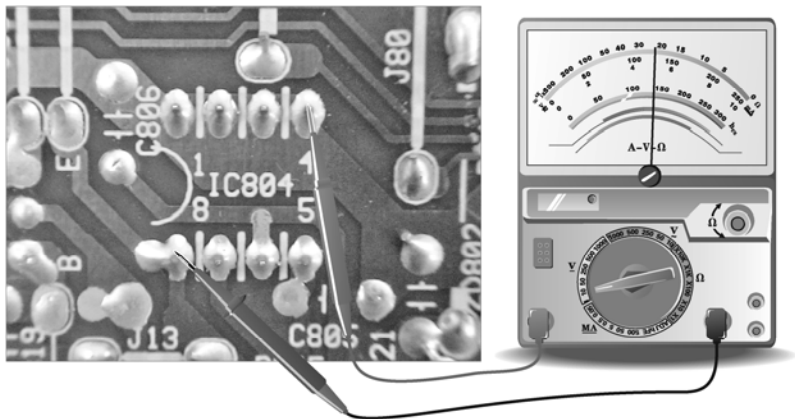

图 4-12 检测存储器 IC804
首先检测 24C04 的电源输入是否正常，它的 5 V 供电是由⑧脚输入的，将万用表的黑表笔接触④脚接地端，红表笔接触⑧号引脚的焊点，如图 4-12 所示。此时万用表显示的数值为 5 V，属于正常值。